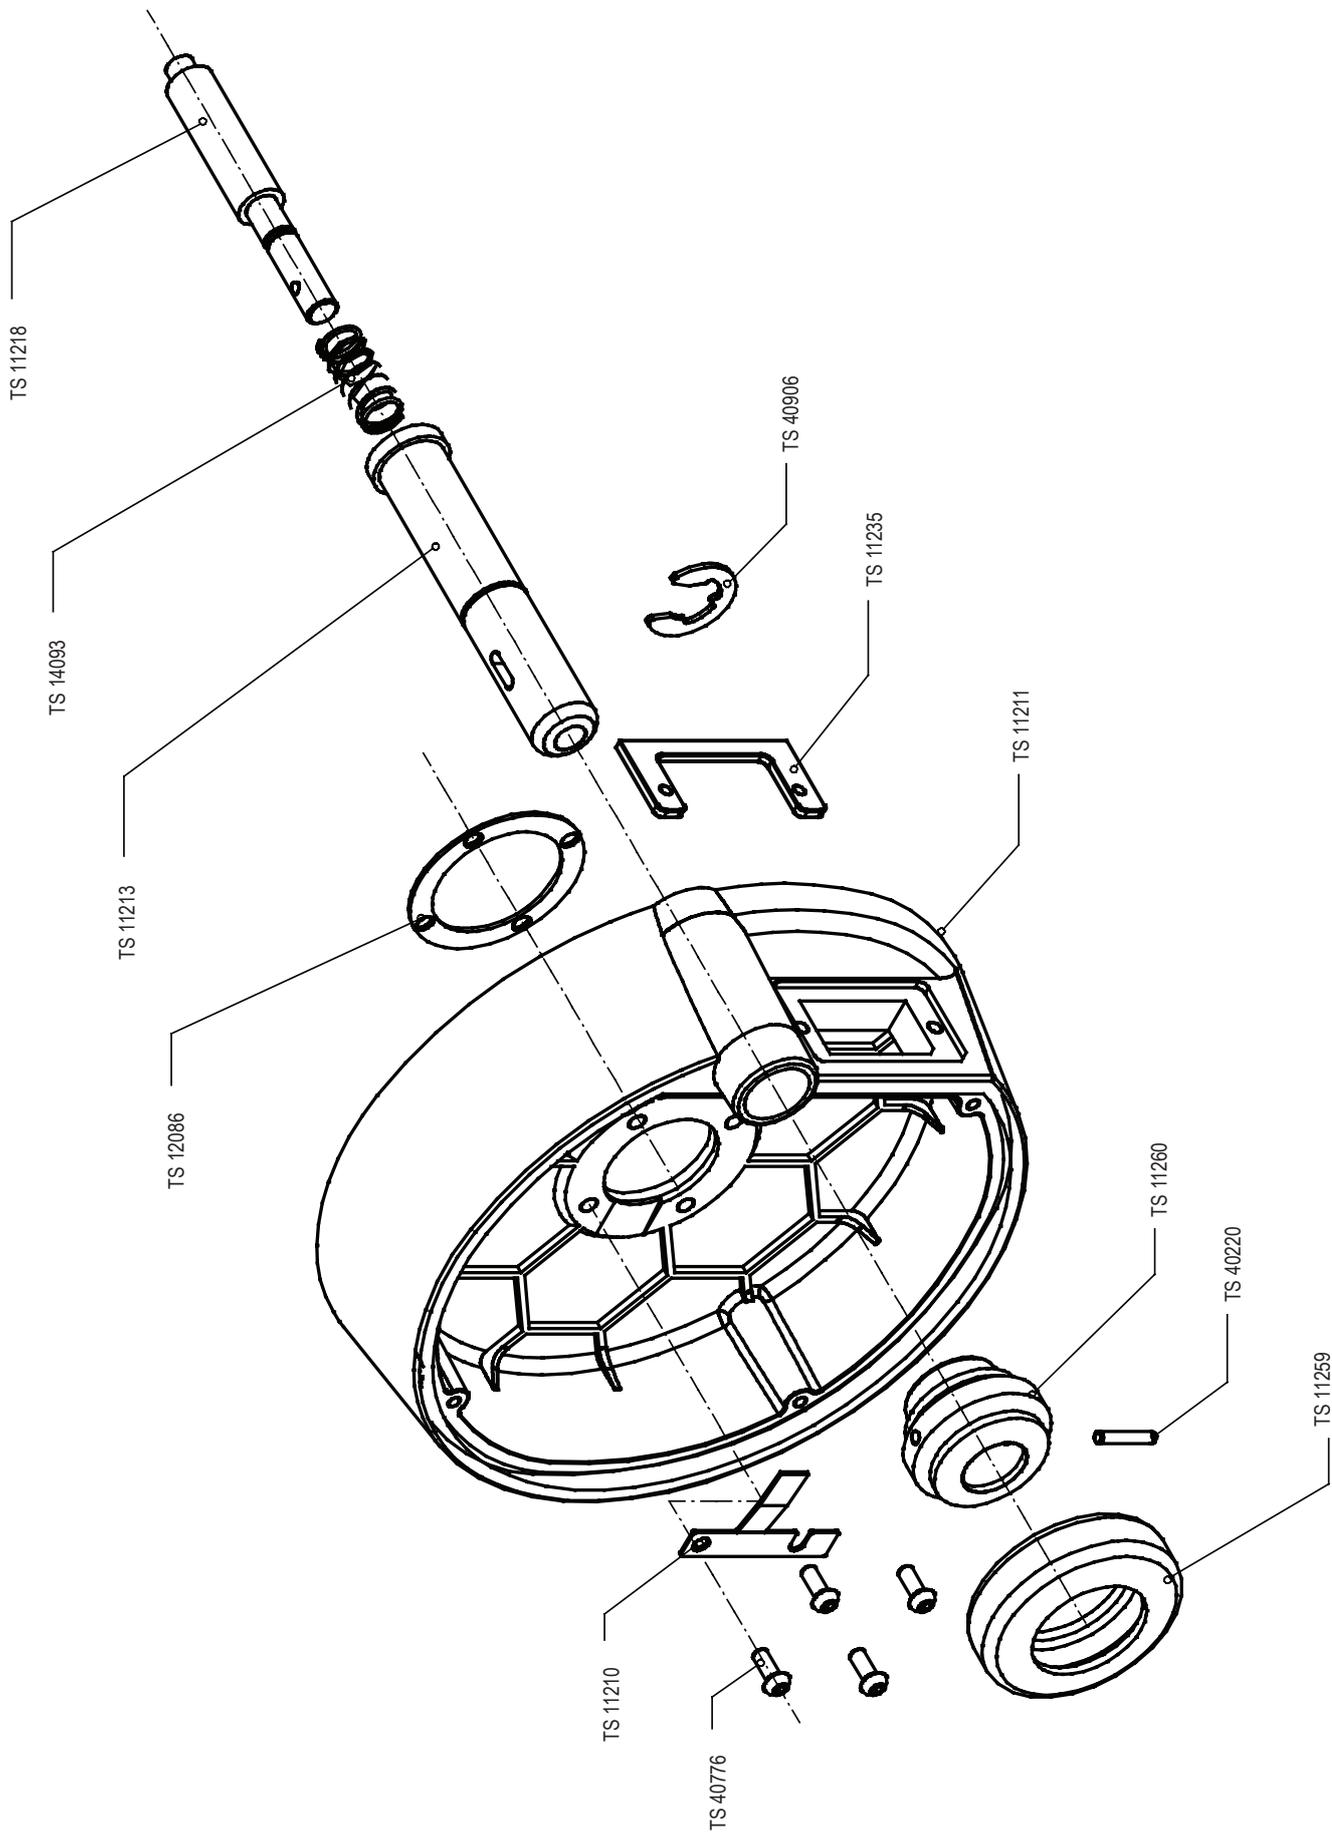

Рис. 13-4: электронный блок в сборе TS 10190, детали
- Рисунок 13-4: электронный блок в сборе TS 10190, детали